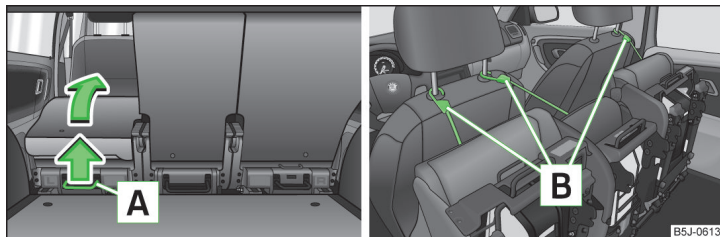

Fig. 58 Ribiegare in avanti completamente lo schienale/Bloccaggio del sedile ripiegato.
- › Tirare verso l'alto la leva **A** » fig. 58 e quindi ripiegare completamente in avanti il sedile.
- › Tirare verso l'alto la leva **1** » fig. 58 e ripiegare completamente in avanti il sedile.
- › Con l'ausilio della cintura di fissaggio **B** bloccare a un'asta di guida del poggiatesta del sedile anteriore il sedile ripiegato » fig. 58.